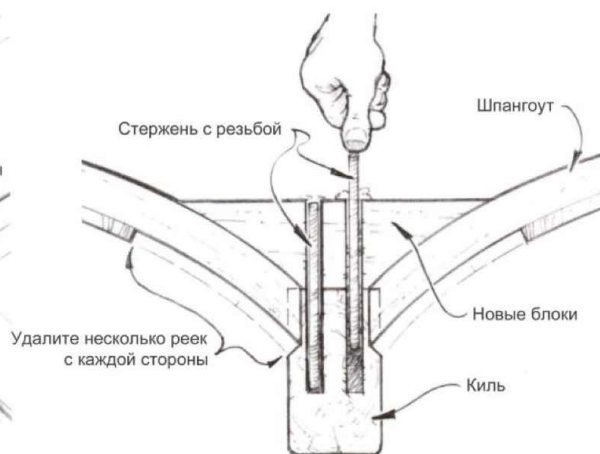

Рисунок 4-11 Вклейте стержень с резьбой в сквозные отверстия в блоках, углубив их в киль минимум на 75 мм.
10. Вдавите стержень до дна заполненного отверстия (Рисунок 4-11). Заполните отверстия до верха, если нужно. Удалите излишки эпоксидной смолы до того, как она застынет.